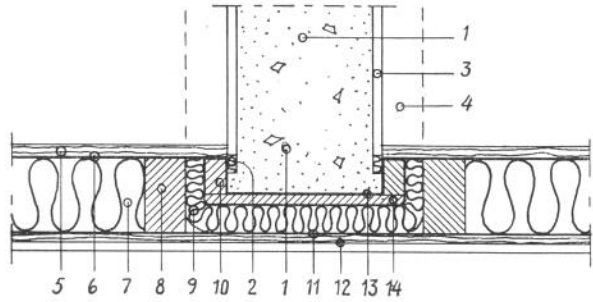

Fig 4. Skillevegg av betong. Horisontalsnitt gjennom yttervegg.
Ved betongvegg, fig. 4, må det etter at isolasjonen er på plass settes inn forskaling (10, 14) som kles med diffusjonstett papp på utsiden og asfaltpapp (13) på innsiden.